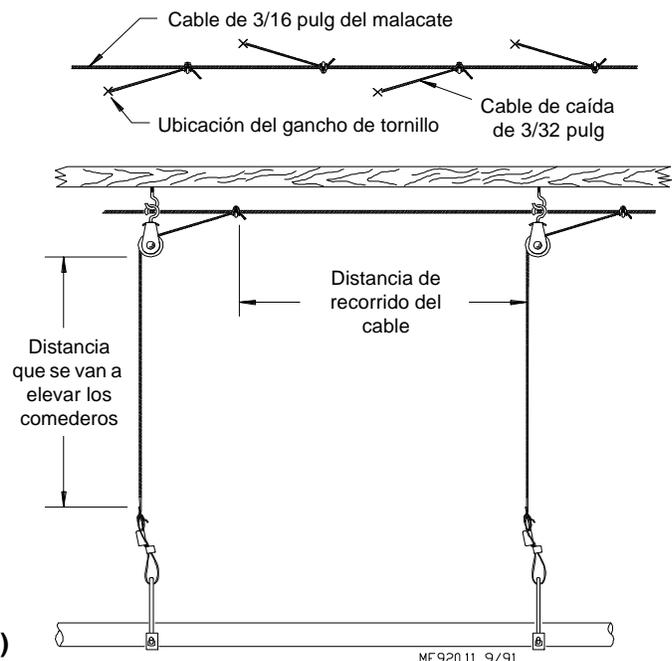

Figura 2. (Vista lateral)
5. Si la distancia de elevación es mayor que la distancia entre las separaciones de las caídas, desplazar los ganchos 75 mm (3 pulgadas) a cada lado de la línea para impedir que las abrazaderas del cable se enganchen en las poleas. Ver la **Figura 2**.